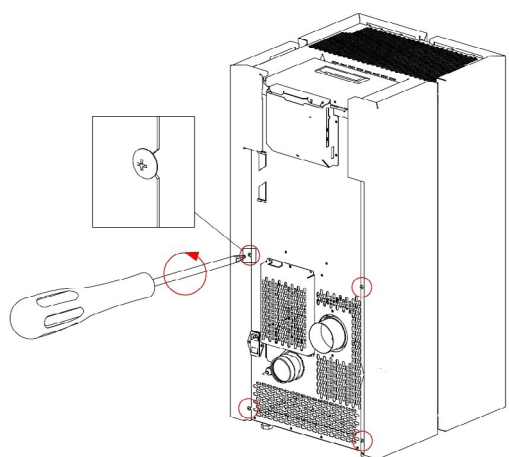

Fig. 36 - Verwijder de schroeven
- De schroeven 4 achterste schroeven losdraaien (zie **Fig. 36 op pag. 21**).